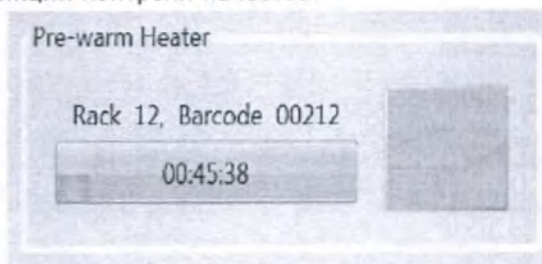

Рис. 6 — Окно Pre-warm Heater (Нагреватель для предварительного нагрева)
- 1 Нажмите кнопку «схема планшета», чтобы открыть экран Plate Layout (Схема планшета) (см. рис. 6). При необходимости на экране Plate Layout (Схема планшета) можно ввести новые номера партий пробирок для ПЦР. Также показано, где размещать пробирки для ПЦР на планшетах.
В нижней части окна Pre-warm heater (Нагреватель для предварительного нагрева) (рис. 6) расположен индикатор хода выполнения протокола предварительного нагрева. Таймер на индикаторе хода выполнения выполняет обратный отсчет времени до окончания протокола.